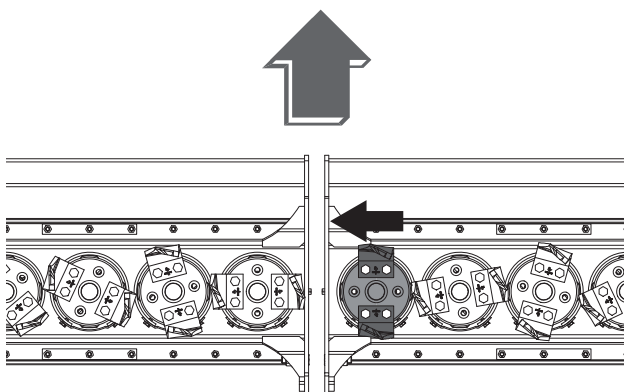

FIG. 39
- Mit Kraft drehen, bis der Rotor näher zum Zentrum der Maschine, mit den Messern senkrecht in Vor-schubrichtung gewandt (Fig. 39) gebracht wird.